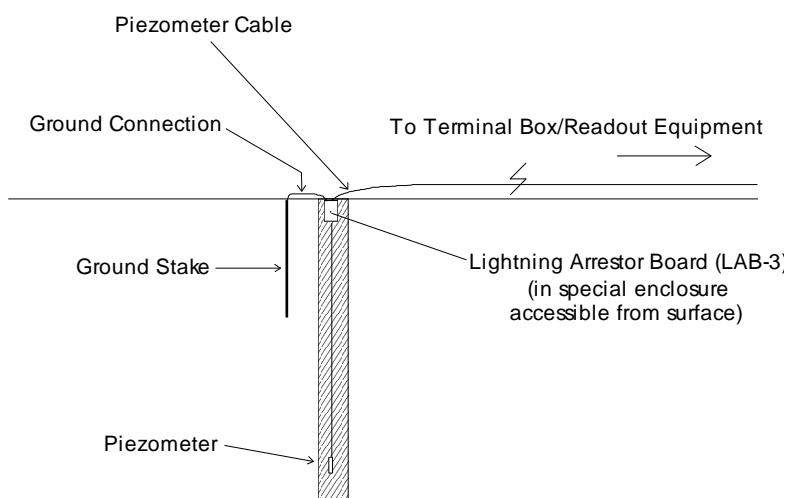

Figura 2-7 Esquema Recomendado para Protección contra Rayos
3. El mejorar la protección usando LAB-3 se puede lograr al colocar el tablero en línea con el cable lo más cerca posible al piezómetro instalado (ver la Figura 2-7). Este es el método recomendado para protección contra rayos.